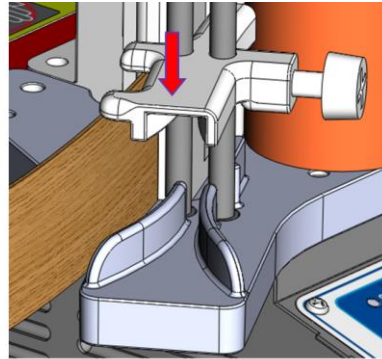

Fig5
- Kantenzuführung auf die richtige Breite einstellen (Fig5) und mit Schraube wieder fixieren